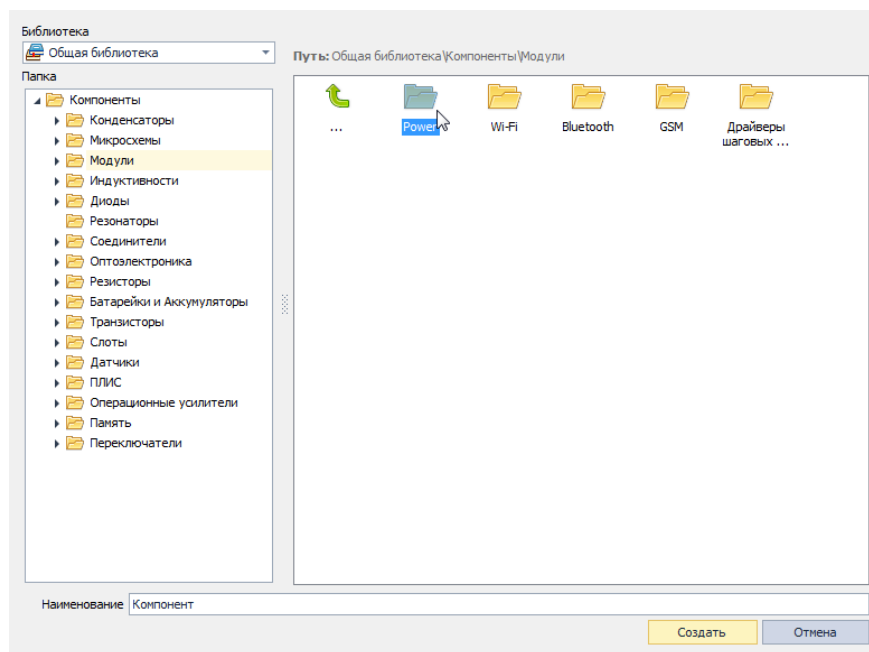

Рис. 206 Выбор папки для посадочного места
- Выбрать папку, в которой будет сохранен компонент, см. Рис. 206. Это можно сделать как с помощью дерева в левой части окна, так и с помощью области просмотра в правой части окна. Если компонент нужно сохранить в новой папке, то ее необходимо предварительно создать.